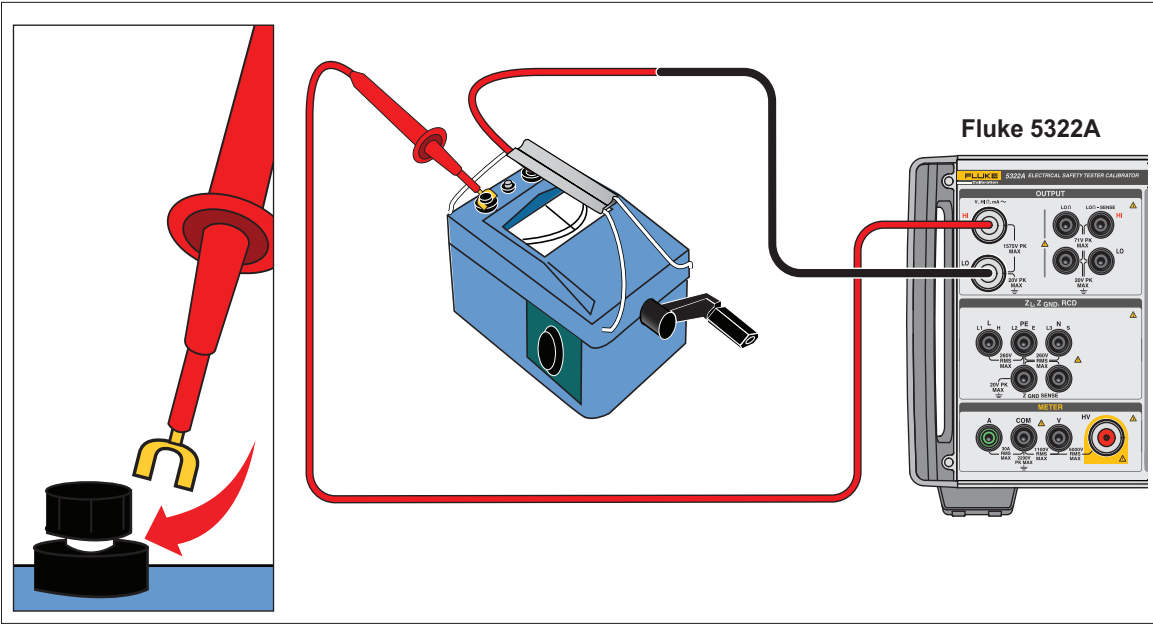

图 36.手摇曲柄式绝缘测试仪的连接
- 2. 将被测仪器连接到本产品的 HI Ohm 和 LO Ohm 输出端子。参见图 36。